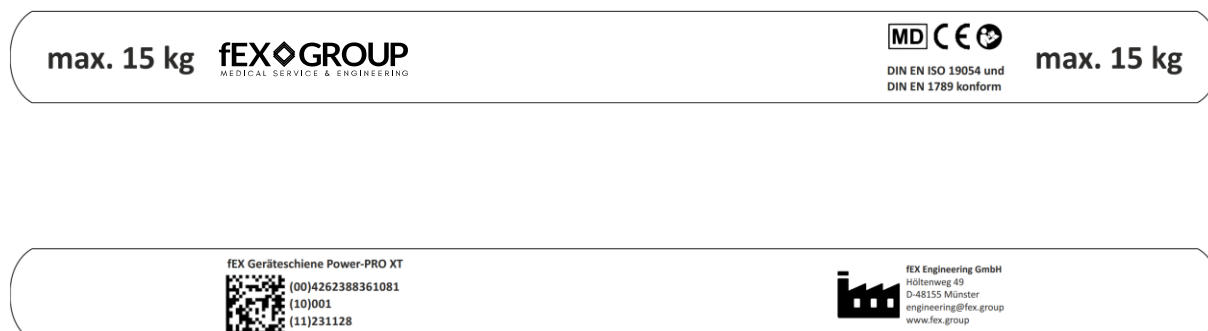

Figure 2 : avis présents sur le dispositif
- Les gravures des avis sur le rail standard doivent être visibles par l'utilisateur et non visibles par le patient (figure 2 : *rail équipé de son support*).